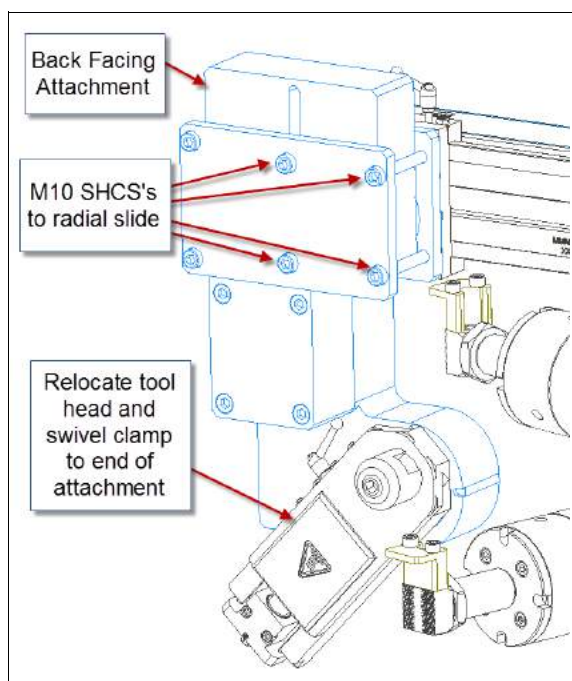

Рисунок 3-43. Установка приспособления для ОБРАТНОЙ ПОДРЕЗКИ ТОРЦА НА ВРАЩАЮЩЕМСЯ РЫЧАГЕ
6. Установите на место инструментальную головку на нижней стороне приспособления для обратной подрезки торца (рис. 3-43).